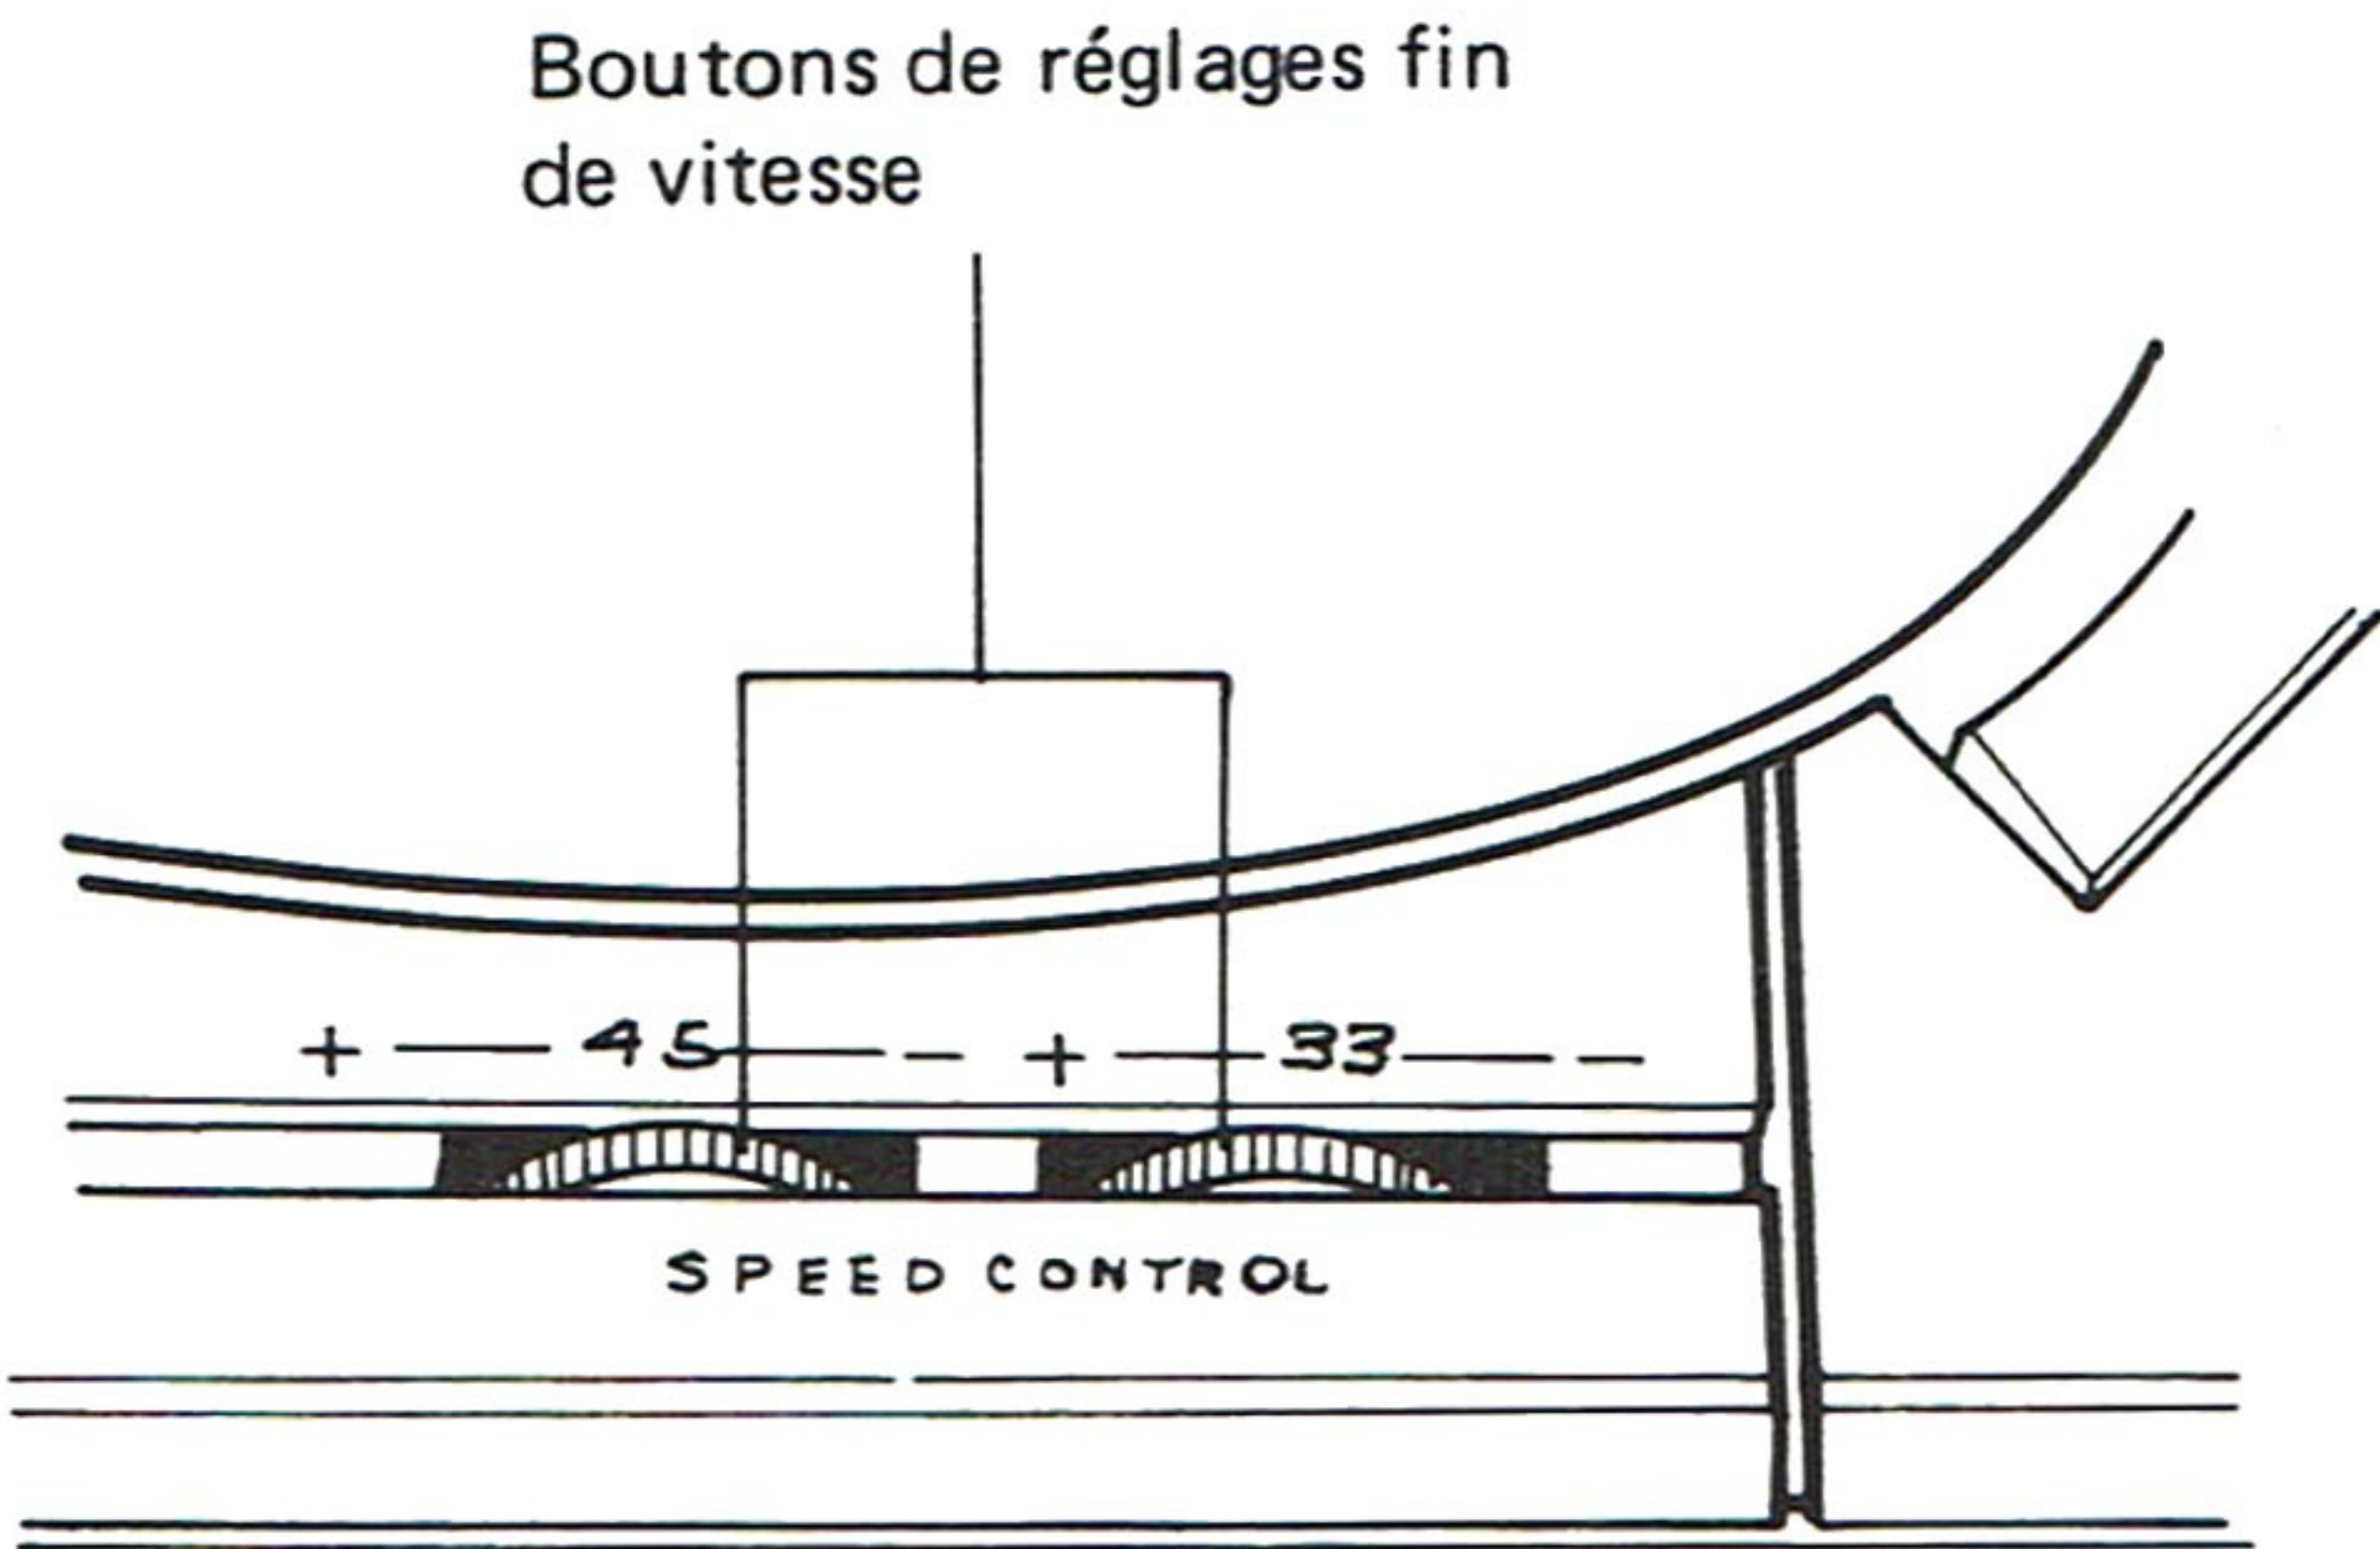

Fig. 9
- 5. Réglage de vitesse: Vérifier le stroboscope et s'assurer que les repères sont fixes ou non. Si les repères ne sont pas fixes, tourner le bouton de réglage fin de vitesse pour obtenir une vitesse de rotation de haute précision (Fig. 9).